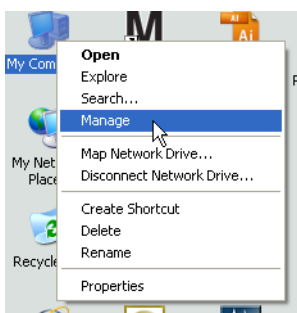

FIG. 53
- a. Haga clic con el botón secundario sobre el icono Mi PC del escritorio y después haga clic en Administrar (Fig. 53).